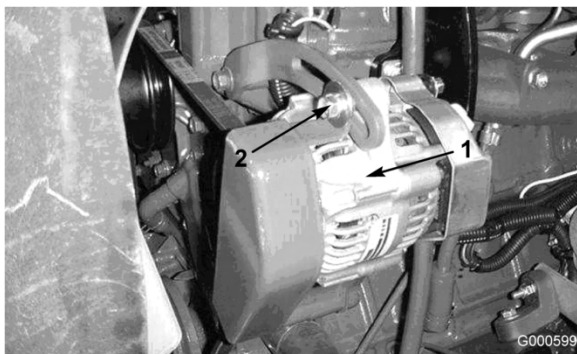

Figura 55
Verifique o estado e a tensão das correias (Figura 55) após cada 100 horas de funcionamento.
- Se o desvio obtido não for igual a 10 mm, deverá libertar as cavilhas de montagem do alternador (Figura 55). Aumente ou diminua a tensão da correia do alternador e volte a apertar as cavilhas. Verifique uma vez mais o desvio da correia para se certificar de que a tensão é a correcta.